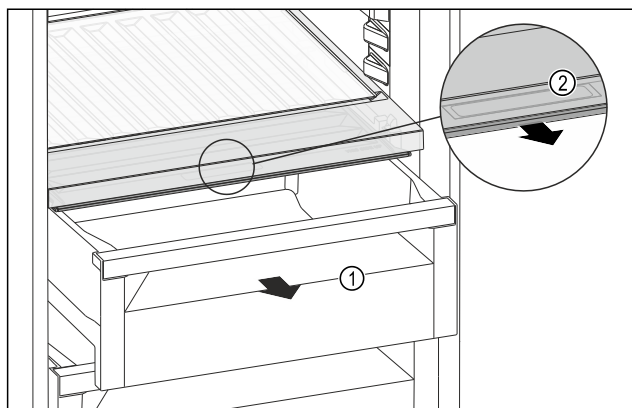

Fig. 109
- ▶ Dra ut utdragslådan Fig. 109 (1).
- ▶ Ta tag i fördjupningen Fig. 109 (2) på facklocket och dra samtidigt facklocket framåt.